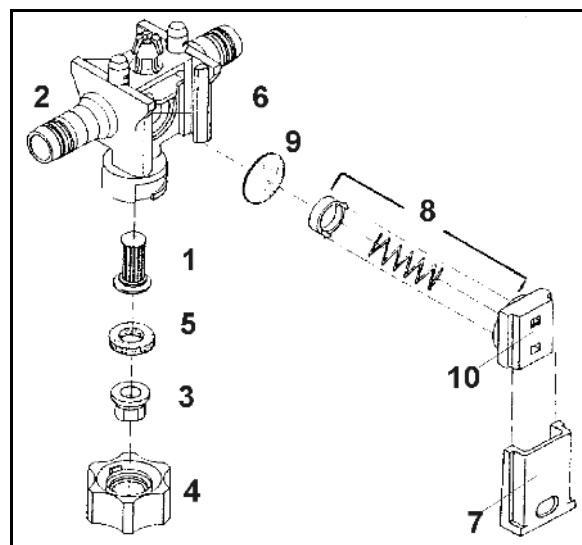

Fig. 204
2. Enlevez les vis (Fig. 204/1).
3. Enlevez le couvercle de soupape (Fig. 204/2).
4. Retirez les jeux de clapets (Fig. 204/3).
5. Enlevez le joint de soupape (Fig. 204/4) et le joint torique (Fig. 204/5).